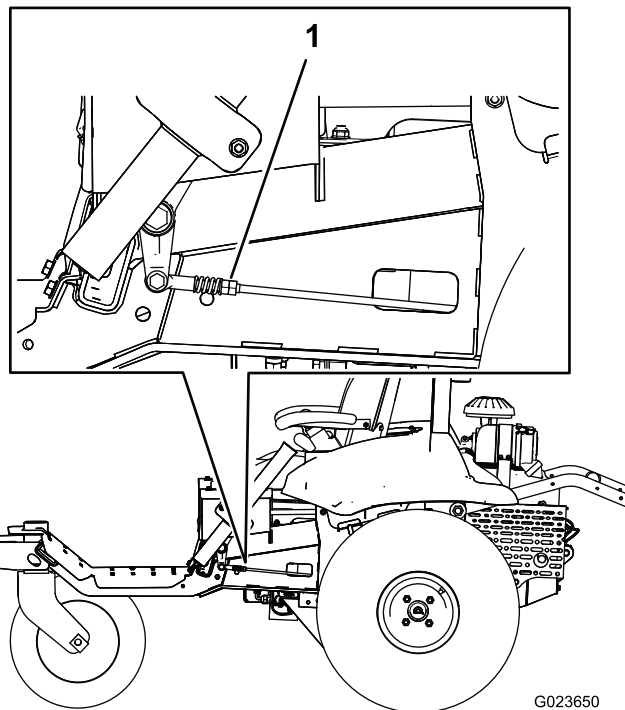

図 62
7. 機体の左右どちらかの側の、リンクについているダブルナットをゆっくりと回転させる 図 62。その側の車輪が回転を始めたなら、こんどは車輪が逆方向に回転を始めるまでダブルナットを反対方向にゆっくりと回す。